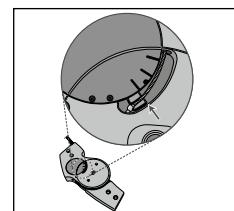

Fig. 5
3. Etter at dekkplaten er fjernet, kontroller at oversiden av spakarmen (som holder satellittkabelen) er parallel med den nederste av de tre markørene på funksjonsenheten (**se fig. 5**).
12. Kontroller på nytt riktig posisjon (modus 3) til spakarmen i leddets funksjonsenhett (**se fig. 5**).